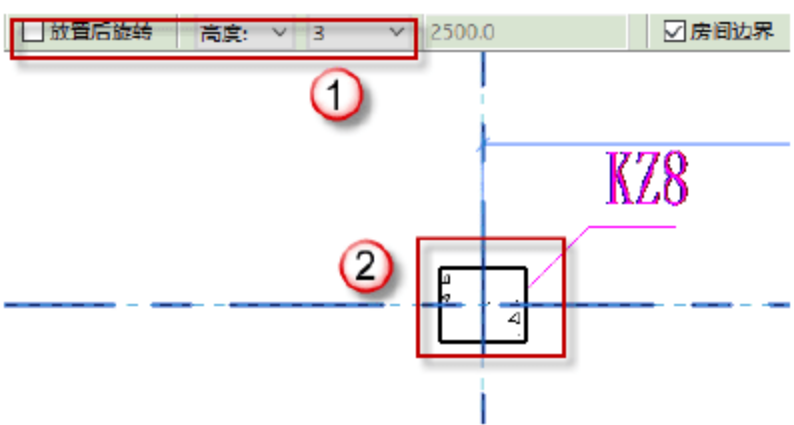

图 4.1.18 绘制矩形框架柱 KZ8
(18) 绘制矩形框架柱 KZ8，按快捷键 C+L，取消“放置后旋转”复选框的选择，改为“高度”放置，使顶部标高对齐标高结构 3 层，如图 4.1.18 所示。